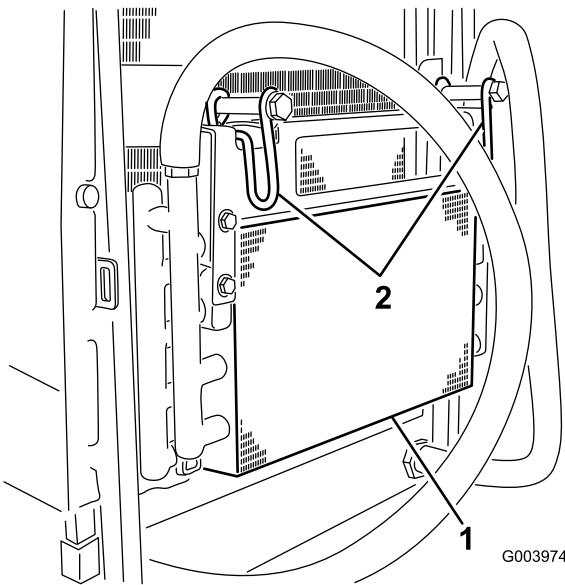

Bild 71
5. Drehen Sie die Riegel nach innen, um den Ölfilter zu lösen (Bild 71).